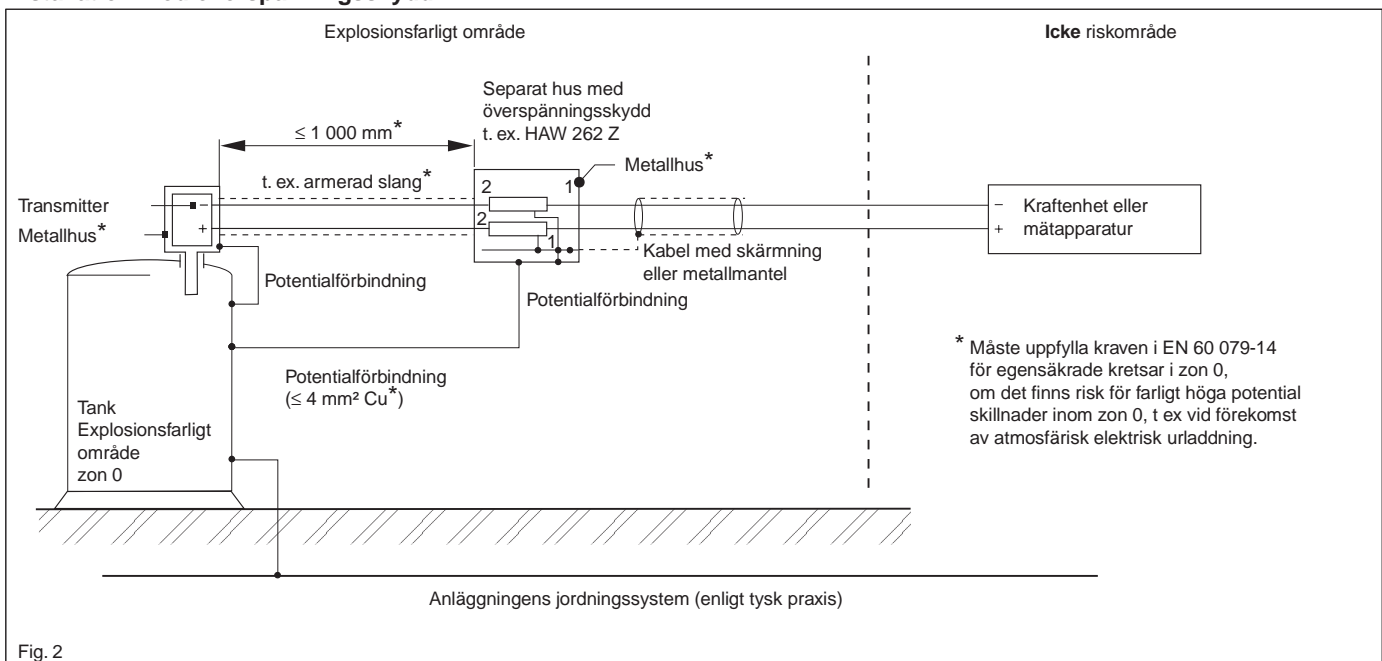

Fig. 2
- 7) Tillval överspänningsskydd HAW 262 Z, se fig. 2.